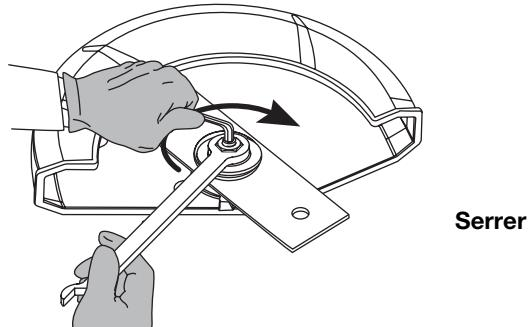

Fig. 17
5. Tout en maintenant la clef Allen dans le trou de l'axe, bien serrer l'écrou en tournant la clef dans le sens des aiguilles d'une montre. (Fig. 17).